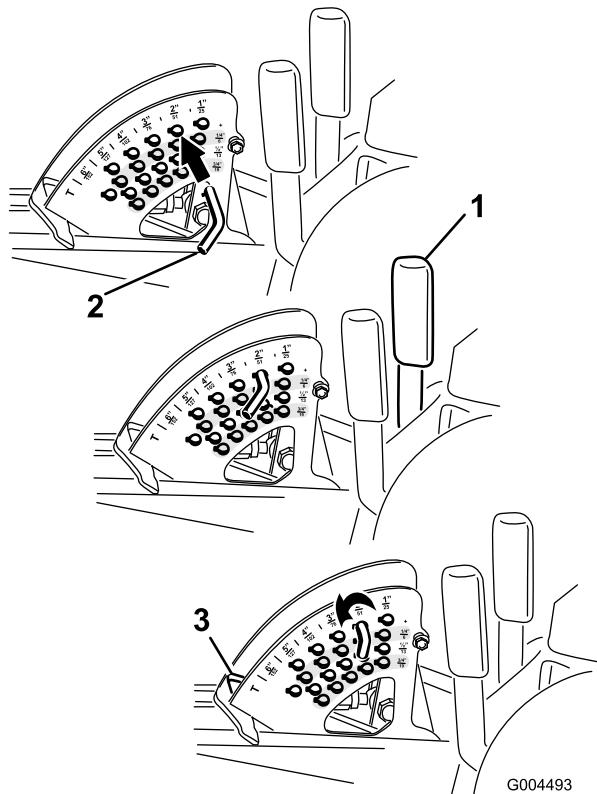

Figura 24
Nota: Para bloquear a plataforma do cortador numa posição elevada, levante a plataforma passando a posição de 15 cm, retire o pino de bloqueio da altura de corte (consulte Ajustar a Altura de Corte), e coloque o pino na posição da altura de corte de 15 cm (Figura 24).
1. Com o motor a trabalhar empurre para trás a alavanca de elevação da plataforma até que a plataforma de corte esteja completamente levantada e **solte imediatamente a alavanca** (Figura 24).
2. Para ajustar, rode o pino de bloqueio até que o pino do mesmo fique alinhado com as ranhuras nos orifícios no suporte da altura de corte e remova-o (Figura 24).
3. Selecione um orifício, no suporte da altura de corte, que corresponda a altura de corte desejada, insira o pino e rode-o para o bloquear no lugar (Figura 24).
Nota: Existem duas filas de posições de orifícios (Figura 24). A fila de cima dá-lhe a altura de corte listada por cima do pino. A segunda fila dá-lhe a altura de corte listada mais 6 mm. A terceira fila dá-lhe a altura de corte listada mais 12 mm. A fila de baixo dá-lhe a altura de corte listada mais 18 mm. Para a posição de 15,8 cm só existe um orifício, colocado na segunda fila. Isto não acrescenta 6 mm à posição de 15,8 cm.